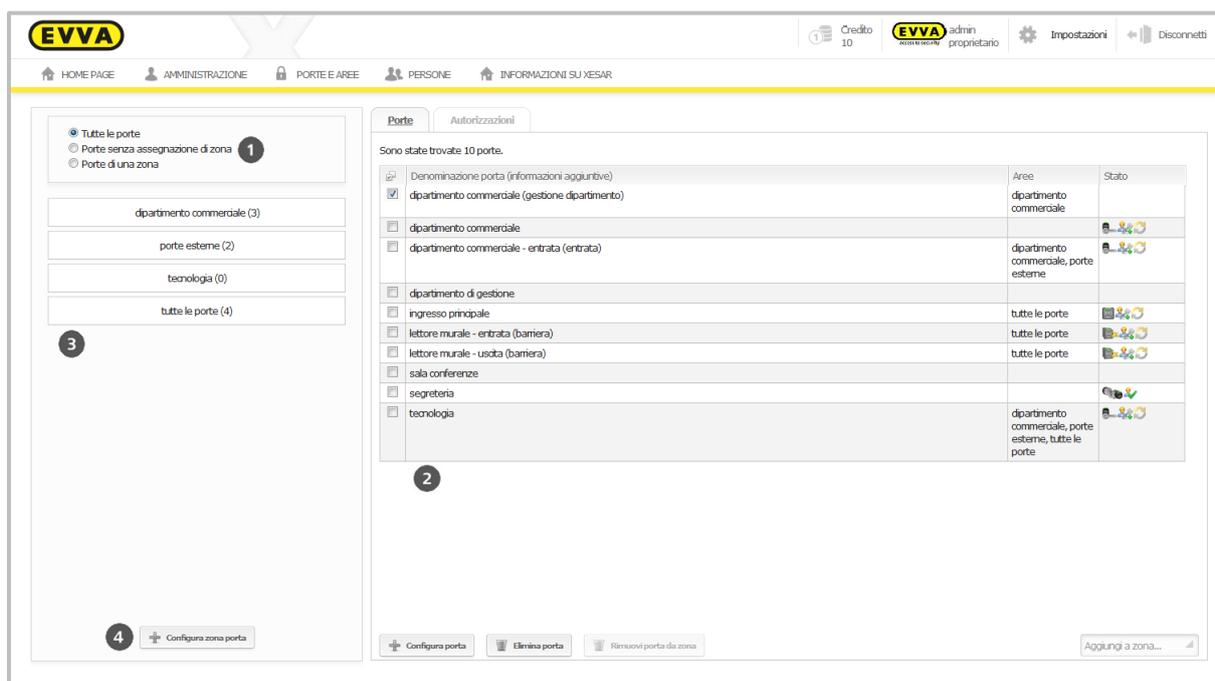

Figura 67: Porte e aree
In **Porte e aree** fare clic sulla selezione corrispondente ❶ (selezione di porte) o ❸ (selezione di zone) per visualizzare quali porte e zone (aree) sono già configurate nel software Xesar e quali porte sono assegnate a quali zone. Qui è inoltre possibile eseguire l'assegnazione di porte alle zone. Le zone (aree) consentono di raggruppare più porte in un "gruppo" per gestire l'assegnazione delle autorizzazioni in modo più semplice. Ad esempio, per assegnare a una o più persone l'accesso a cinque porte, è possibile raggruppare le porte in una zona. Sarà quindi sufficiente assegnare una sola zona alle persone interessate perché queste possano aprire le cinque porte. È possibile configurare al massimo 96 zone. Le porte possono essere assegnate a più zone (Figura 67: Porte e aree).
- Fare clic su **Configura zona porta** ④ (Figura 67: Porte e aree).